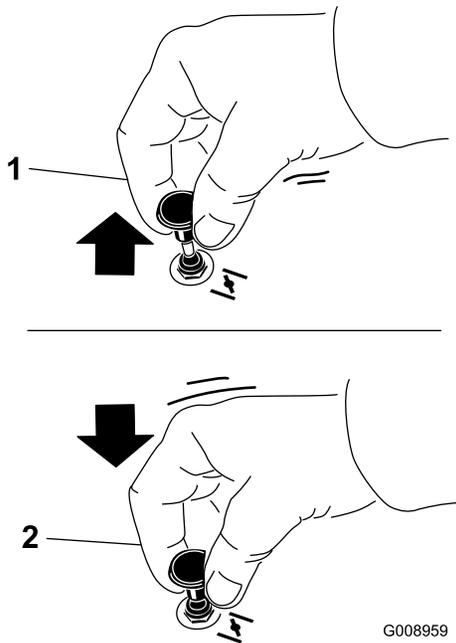

Figura 21
2. Tire hacia arriba del mando para activar el estárter antes de girar la llave del contacto (Figura 21).
3. Presione hacia abajo el control del estárter para desactivar el estárter después de que el motor arranque (Figura 21).
1. Desengrane las cuchillas moviendo el mando de control de las cuchillas a la posición de **DESENGRANADO** (Figura 21).